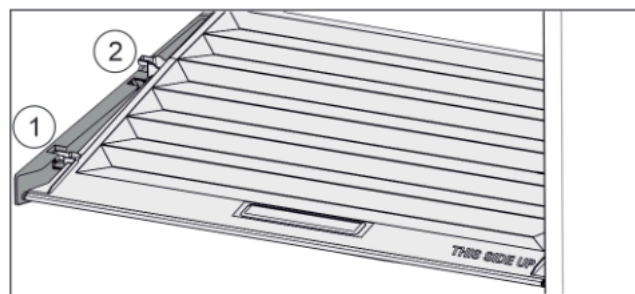

Fig. 38
- Tirare in avanti il coperchio fino all'apertura nei fermi Fig. 38 (1).
- Sollevare posteriormente dal basso e togliere verso l'alto Fig. 38 (2).